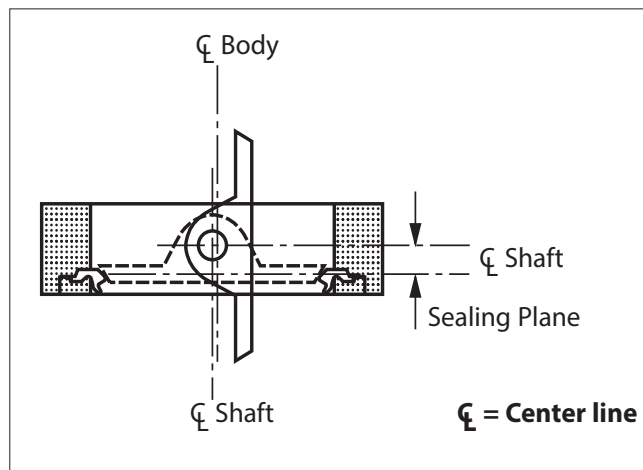

Figure 1. Fonctionnement de l'axe excentrique
Les performances supérieures de la vanne *Wafer-Sphere* sont dues à ses caractéristiques de conception, plus particulièrement son axe excentrique. L'excentricité de l'axe se situe en deux plans : (1) à distance de l'axe central du disque de la vanne et (2) derrière le plan d'étanchéité du disque. Grâce à cette conception à axe excentré, le disque tournant s'approche ou s'éloigne du siège en un mouvement de came, entraînant ainsi la disparition totale des points d'usure habituels au niveau du haut et du bas du siège. Puisque le disque tourne en s'écartant du siège selon un arc excentrique, il ne fonctionne que sur un seul quadrant (voir la Figure 1).
4. Avant d'installer une vanne **fermée** dans la tuyauterie, assurez-vous que l'actionneur est fixé de manière à ce qu'une rotation en sens anti-horaire, vue du dessus, permette d'ouvrir la vanne (**voir Figure 1**). Refermez complètement la vanne avant de l'installer sur la tuyauterie.